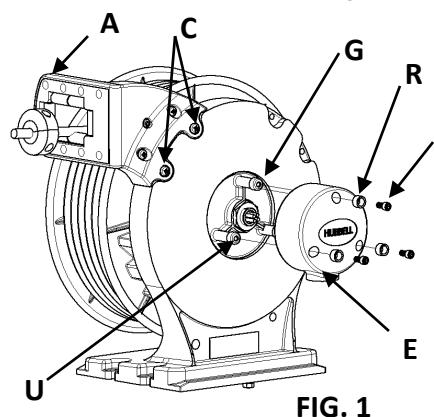
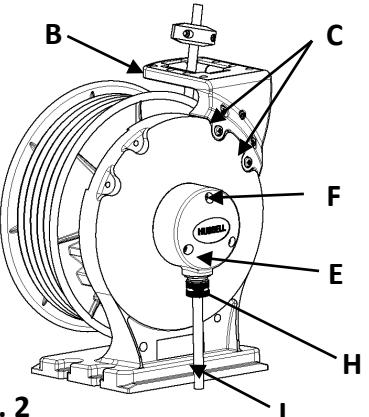

FIG. 1
FIG. 2
- Configure reel for side electrical cable dispensing (Fig. 1, "A") or top electrical cable dispensing (Fig. 2, "B") by removing (2) screws "C". Determine new guide arm location. Position Guide Arm to reel and secure it with (2) screws "C".
- Remove junction box cover "E" by loosening (3) 1/4-20 screws "F" (Fig. 1) with 3/16" Hex key, reserve gaskets "G" and water plug "R" for reuse, DO NOT remove (3) water plug "U" capping on (3) screw bosses.
- Put the gasket "G" back on the junction box, make sure the water plug "U" capping is still on (3) screw bosses, secure the cover "E" back to the junction box with (3) screws "F" and water plug "R" (Fig. 2), torque 15-20 lb•in [1.7-2.3 N•m]
- Configurer l'enrouleur en prévision d'une sortie latérale (Fig. 1, "A") ou par le haut (Fig. 2, "B") du câble électrique en levant les (2) vis "C". Déterminer la position du guide. Fixer le support guide à l'enrouleur et remettre les (2) vis "C".
- Retirer le couvercle "E" de la boîte de jonction en desserrant les (3) vis 1/4-20 "F" (Fig. 1) au moyen d'une clé hexagonale de 3/16 po, conserver les joints d'étanchéité "G" et le bouchon d'eau "R" pour usage ultérieur. NE PAS retirer les capuchons des (3) bouchons d'eau "U" des (3) bossages de vis.
- Remettre en place le joint d'étanchéité "G" sur la boîte de jonction, les capuchons des (3) bouchons d'eau "U" sont toujours sur les (3) bossages de vis, fixer le couvercle "E" à la boîte de jonction avec les (3) vis "F" et le bouchon d'eau "R" (Fig. 2), serrer à un couple de 1.7-2.3 N·m.
- Configure el carrete para el suministro de cable eléctrico lateral (Fig. 1, "A") o el suministro del cable eléctrico superior (Fig. 2, "B") Removiendo los (2) tornillos "C". Determine la nueva ubicación del brazo guía. Coloque el brazo guía en el carrete y asegúrelo con los (2) tornillos "C".
- Retire la tapa de la caja de empalmes "E" aflojando los (3) tornillos 1/4-20 "F" (Fig. 1) con una llave hexagonal de 3/16",guarde los empaques "G" y el tapón de agua "R" para reutilizarlos, no quite el tapón de agua "U" (3) que se fija con los (3) tornillos maestros.
- Vuelva a colocar la empaquetadura "G" en la caja de empalmes, asegúrese de que los tapones de agua "U" todavía estén en los (3) tornillos maestros, fije la tapa "E" de nuevo a la caja de empalmes con (3) tornillos "F" y el tapón de agua "R" (Fig. 2), apriete a 15-20 lb • in [1.7-2.3 N • m].